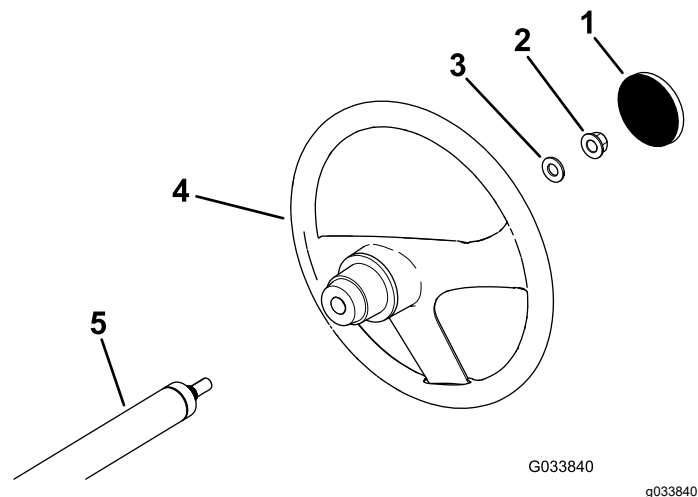

Figura 3
1. Togliete la protezione, se installata, dal mozzo del volante (Figura 3).
2. Togliete il dado di bloccaggio (½") dal piantone dello sterzo (Figura 3).
3. Fate scorrere il volante e la rondella (½") sul piantone (Figura 3).
5. Montate la protezione sul volante (Figura 3).